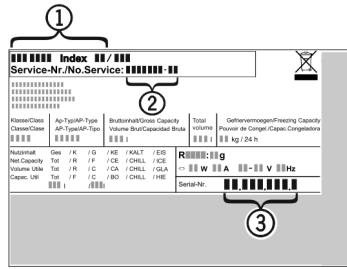

Fig. 4
- ▶ Назва пристрою Fig. 4 (1), сервісний номер Fig. 4 (2) та серійний номер Fig. 4 (3) вказані на табличці типів. Табличка типів знаходиться всередині пристрою, зліва.
- ▶ Повідомте сервісну службу про характер неполадки, назву пристрою Fig. 4 (1), сервісний номер Fig. 4 (2) та серійний номер Fig. 4 (3).